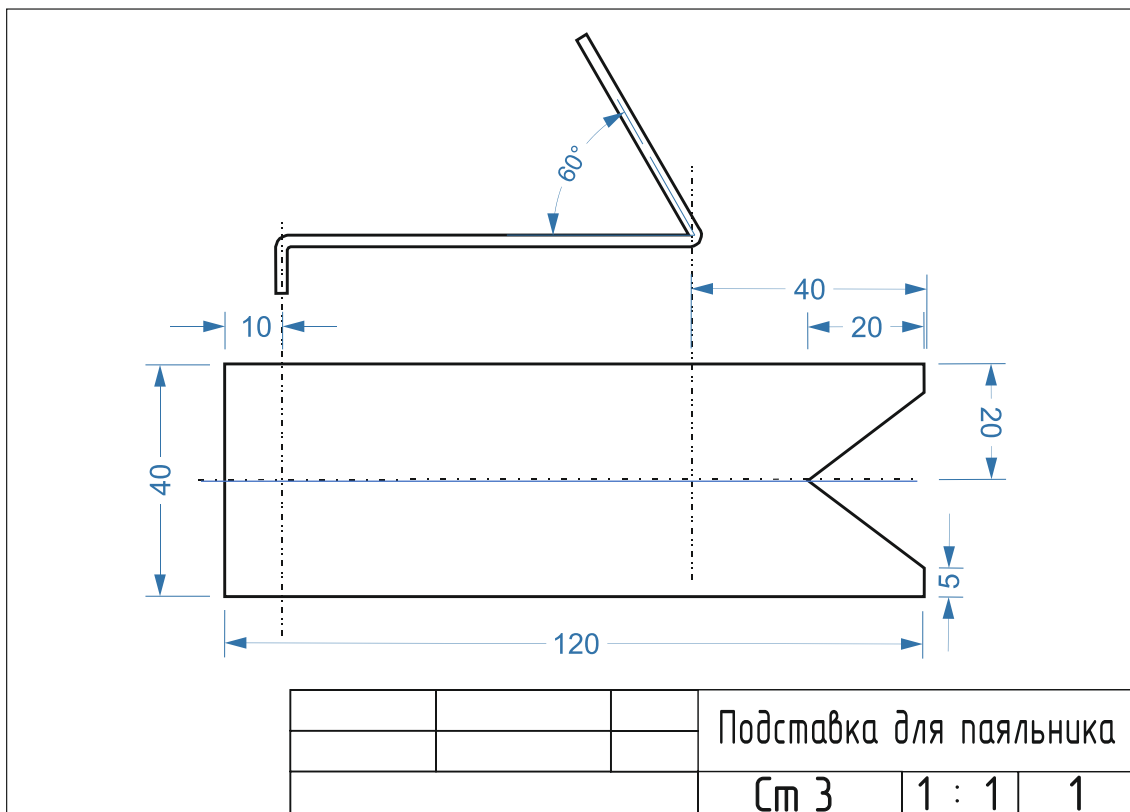

Рис. 1. Чертеж Подставка для паяльника
2. По чертежу изготовить деталь Подставка для паяльника (рис. 1).